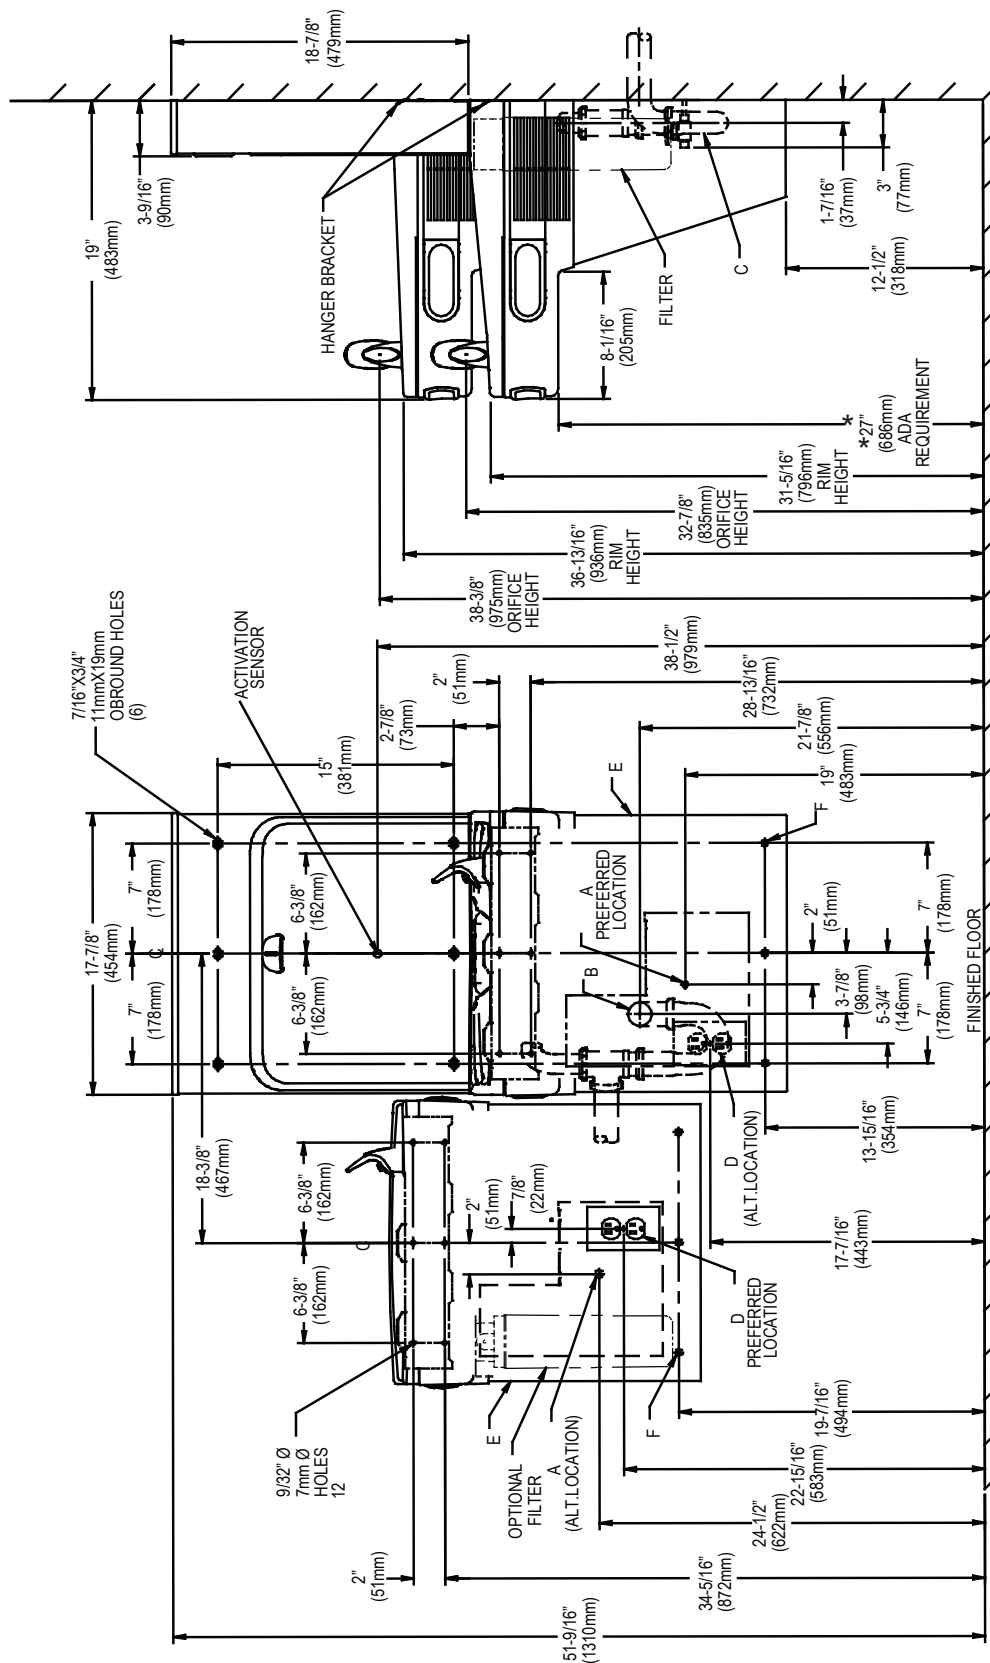

Fig. 2
- 1) Remove hanger brackets fastened to back of cooler by removing one (1) screw.
- 2) Mount the hanger brackets as shown in Figures 2, 3, 4 or 5.
- 3) Hang the cooler on the hanger bracket. Be certain the hanger bracket is engaged properly in the slots on the cooler back as shown in Figures 2, 3, 4 or 5.
- 4) Remove the four (4) screws holding the lower front panel at the bottom of cooler. Remove the front panel by pulling straight down and set aside.
- 1) Retire el soporte fijador que se encuentra conectado a la parte posterior del enfriador sacando un (1) tornillo.
- 2) Monte el soporte fijador de la manera descrita en Fig. 2, 3, 4 y 5.
- 1) Retirez le support de suspension fixé au dos du refroidisseur en retirant une (1) vis.
- 2) Montez le support de suspension comme indiqué dans la figure 2, 3, 4 et 5.
- 3) Pendez le refroidisseur au support de suspension. Assurez-vous que le support est correctement inséré dans les emplacements au dos du refroidisseur, comme indiqué dans la figure 2, 3, 4 et 5.
- 4) Retirez les four (4) vis maintenant en place le panneau frontal au bas du refroidisseur. Retirez le capot inférieur en tirant vers le bas et mettez-le de côté.